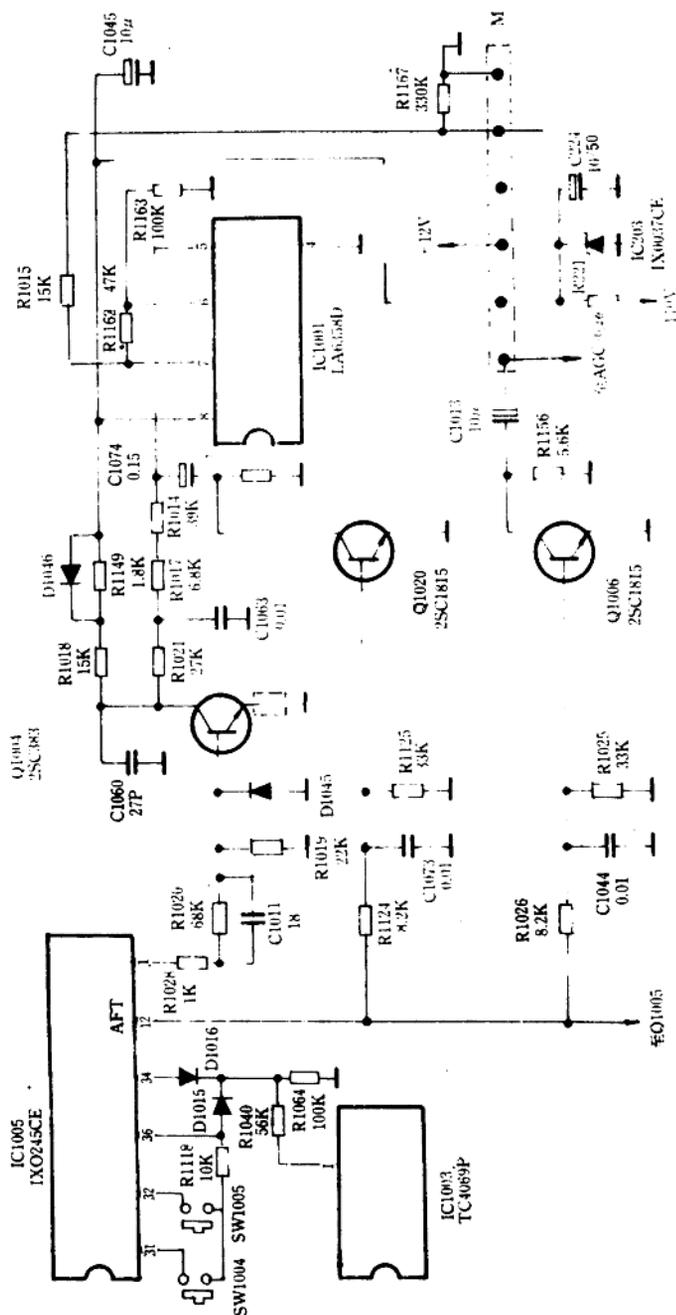

图 3 C822NX VT 形成电路
该机 VT 电压电路如图 3 所示。+115V 电源电压经 R221 限流、IC203 (IX0037CE) 稳压、C224 滤波后得到 +33V 电压，一路送到 IC1001 (LA6358D) ⑧脚，作为该 IC 电源；另一路经 D1046、R1149 和 R1018 送到 Q1004 集电极，作为电平转移上限电压。当按下 SW1004 或 SW1005 时，IC1005⑩脚由 CPU 固化程序将输出脉宽调制脉冲。其脉冲宽度视闭合 SW1004 或 SW1005 时间长短而步进，共 2^{13} 级变化。该脉冲串经 R1028、R1020、C1011 组成的加速整形电路馈至 Q1004 基极，在 Q1004 集电极上得到倒相放大的脉冲串。其脉冲串宽度包含所需调谐电压指令，再经由 R1021、C1063 和 R1017、R1014、C1074 组成的两节积分滤波电路，取出其中直流成分作为调谐电压，再次经 IC1001 放大整形后，由 ⑦脚输出 0~30V 可变电压，经 R1013、R236 送到电调谐头 VT 端。